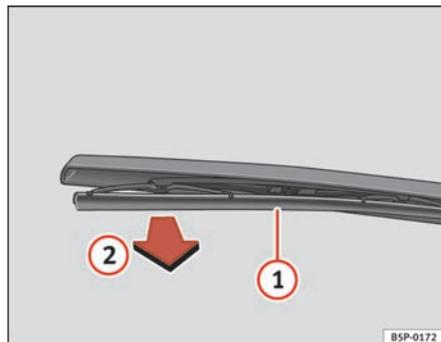

Fig. 149 Cambio de la escobilla del limpialuneta
- Separe el brazo del limpialuneta de la luneta ⇒ fig. 149
- Desenclipe la escobilla ① y tire de ella ②. ⇒ fig. 149